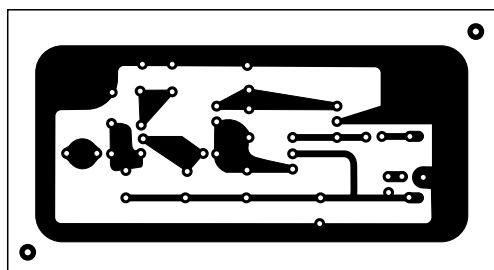
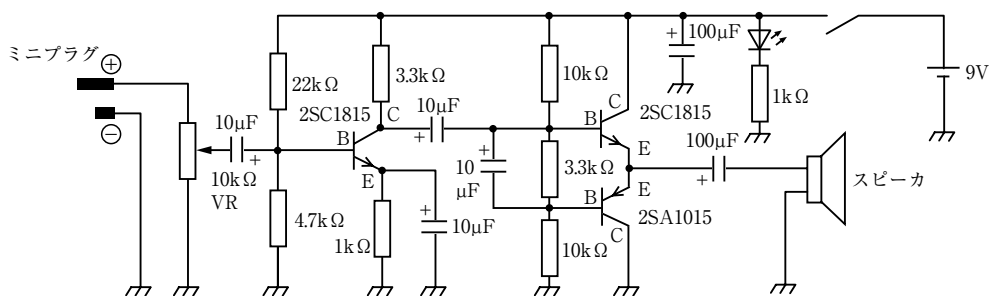
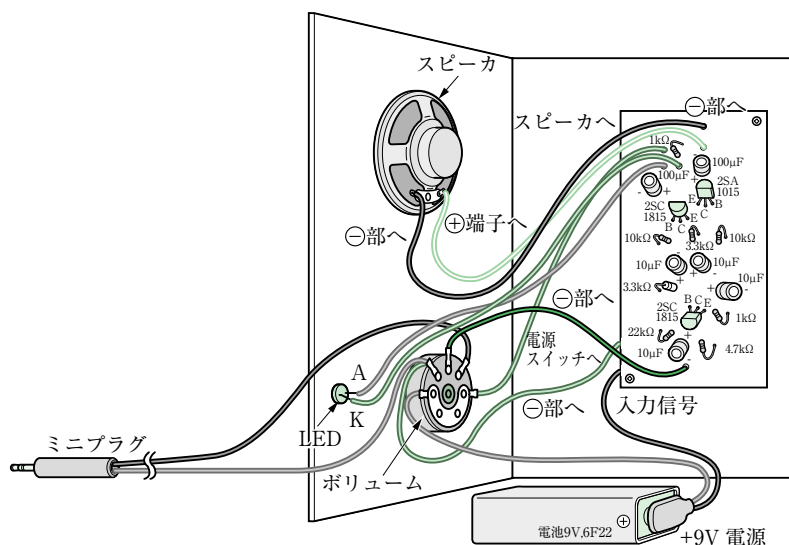

図 26 パターン例
図 27 回路図
図 29 実体配線図
- ① 図 26 のパターン例にならって、パターン図を作成し、プリント基板を製作する。
- ② トランジスタ、抵抗、コンデンサ、スピーカを検査する。
- ③ 回路図(図 27)、実体配線図(図 29)を参考にして、基板に各部品をはんだ付けする。
- ④ 部品を実装した基板の動作確認を行う。